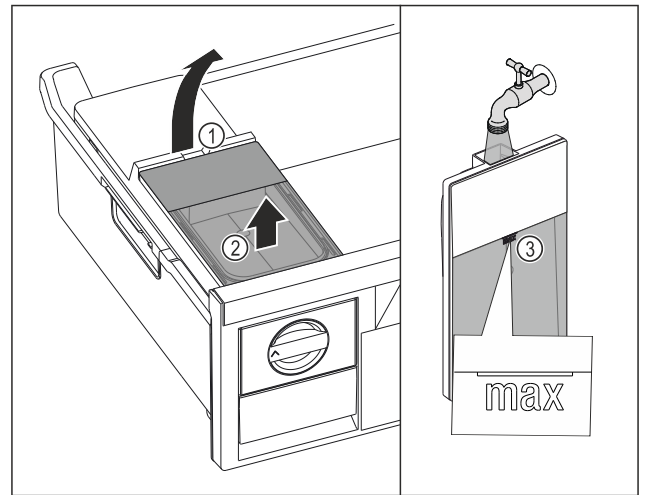

Fig. 91
- Wassertank an der Aussparung Fig. 91 (1) anheben.
- Wassertank nach oben entnehmen. Fig. 91 (2)
- Wassertank bis zur Markierung Fig. 91 (3) mit Trinkwasser befüllen.